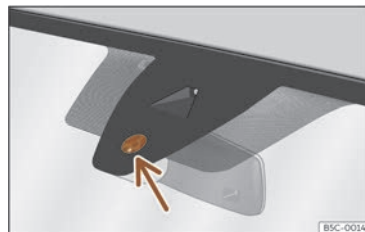

Fig. 105 Superficie sensible do sensor de choiva.
As posibles causas de anomalías e interpretacións erróneas na *área da superficie sensible* >>> **fig. 105** do sensor de choiva son, entre outras:
- **Sucidade:** o po seco, a cera, o recubrimento dos cristais (efecto loto) ou os residuos de deterxente (túnel de lavado) poden diminuír a eficacia do sensor de choiva ou facer que reaccione máis tarde, máis lento ou que non funcione. Limpe regularmente a superficie sensible do sensor de choiva >>> **fig. 105** (frecha) e comprobe posibles danos nas gomas.